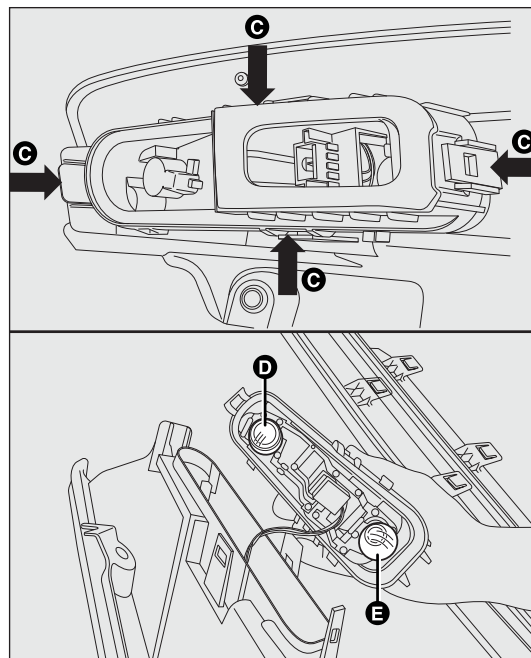

fig. 147
- ☐ décrocher la douille en agissant sur les fixations C-fig. 147 ;